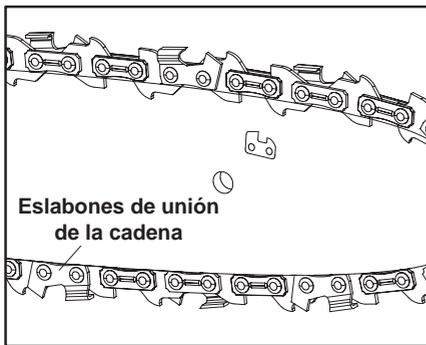

Fig. 14
1. Coloque el producto sobre una superficie plana adecuada con la cubierta de la podadora (17) orientada hacia usted.
2. Compruebe la tensión de la cadena levantando con una mano la cadena (15) contra el peso del producto. La tensión correcta de la cadena se consigue cuando esta se puede levantar aproximadamente 2-4 mm de la espada (14) en el centro (Fig.14, 15).